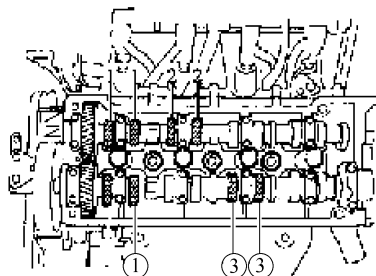

图 1-117 检查气门间隙
② 检查凸轮轴正时带的“K”记号与轴承盖的正时记号对齐。
③ 如果没有对齐, 将曲轴转动一圈(360°)。
① 仅检查如图 1-117 中所示的气门间隙。